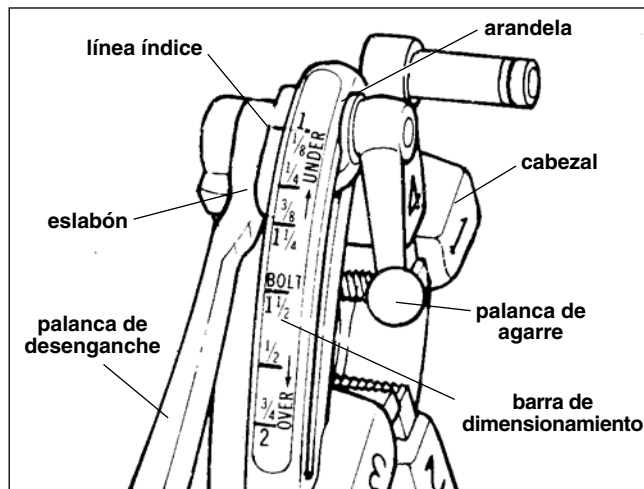

Figura 12 – Cabezal de Terrajas Universal de Apertura Rápida
- Cabezal de Terrajas de Apertura Rápida No. 811A (Figura 12). Gire la palanca de desenganche a la posición de CLOSED (cerrada).
- Cabezal de Terrajas de Apertura Rápida No. 811A (Figura 12). Completada la rosca, levante la palanca de desenganche para retraer las terrajas.
¡NOTA! El Cabezal de Terrajas Universal No. 811A (*Figura 12*) para roscas a mano derecha requiere cuatro juegos de terrajas para roscar tubos de entre $\frac{1}{8}$ a 2 pulgadas de diámetro. Se requiere un juego de terrajas para cada una de las siguientes gamas de dimensión de tubo: ($\frac{1}{8}$ pulg.), ($\frac{1}{4}$ a $\frac{3}{8}$ pulg.), ($\frac{1}{2}$ a $\frac{3}{4}$ pulg.) y (1 a 2 pulgs). No existen disponibles terrajas para tubos de $\frac{1}{8}$ pulgada para el cabezal de terrajas a mano izquierda. El roscado de pernos requiere un juego distinto de terrajas para cada dimensión de perno. No hay disponibles terrajas para pernos para los cabezales de terrajas universales a mano izquierda.